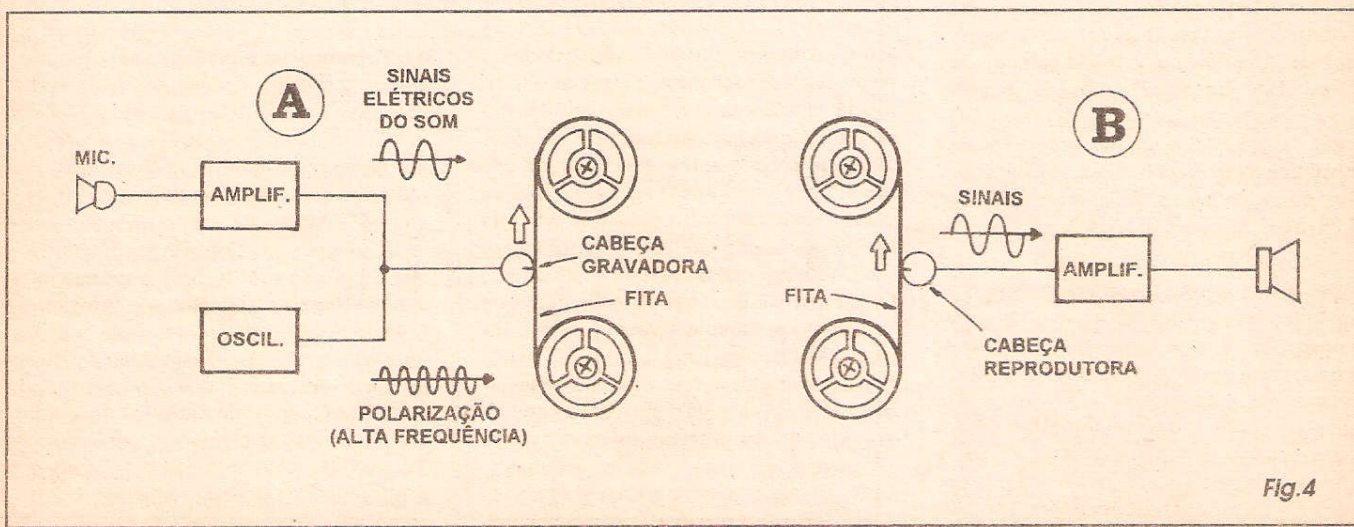

Fig.4
- FIG. 4 - DETALHANDO A GRAVAÇÃO E A REPRODUÇÃO MAGNÉTICA - A fita é magnetizada, em cada uma das suas micro-porções, de modo proporcional à frequência, intensidade e outros detalhes das formas de onda, trazidos pelos sinais elétricos, que por sua vez correspondem ao SOM aplicado ao sistema... Conforme vemos no diagrama 4-A, o padrão magnético, indefinidamente *retilado* na fita, é o que chamamos de *gravação magnética do som*... Para que a gravação se apresente a mais perfeita possível, existe a necessidade prévia de se *orientar* os pequenos ímãs *moleculares* existentes na fita plástica (as partículas de óxido de ferro mencionadas...). Para isso, além dos sinais elétricos correspondentes ao SOM, a cabeça de gravação recebe também um sinal de frequência (super-sônica) e intensidade fixas (chamado de *sinal de polarização*...), gerado por um oscilador e destinado a *normalizar* magneticamente a fita, antes da gravação dos sinais... Para a reprodução (fig. 4-B), ou seja: para *recuperar* o SOM numa gravação magnética, é usada uma cabeça praticamente idêntica à que foi utilizada na gravação... Só que desta vez a *coisa* funciona de maneira inversa: